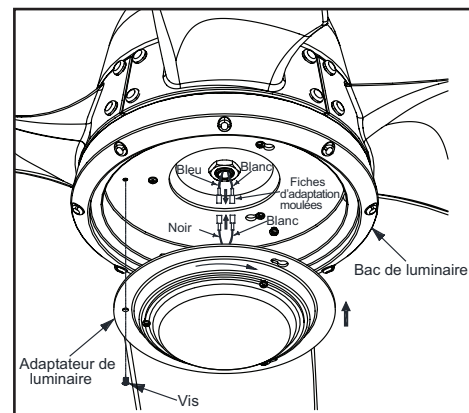

Figure 16
3. Retirez une vis du bac de luminaire et desserrez mais ne retirez pas les deux autres vis. Connectez les fils de l'adaptateur de luminaire aux fils provenant du moteur du ventilateur en branchant les fiches d'adaptation moulées ensemble. Insérez soigneusement tous les fils et les épissures dans le capuchon d'interrupteur. (Figure 16)
4. Poussez l'adaptateur de luminaire vers le haut, de façon à ce que les deux têtes de vis desserrées tiennent dans les fentes en trou de serrure. Tournez l'adaptateur de luminaire dans le sens horaire et serrez les vis. Réinsérez la vis qui a été retirée à l'étape 3 et serrez-la fermement. (Figure 16)